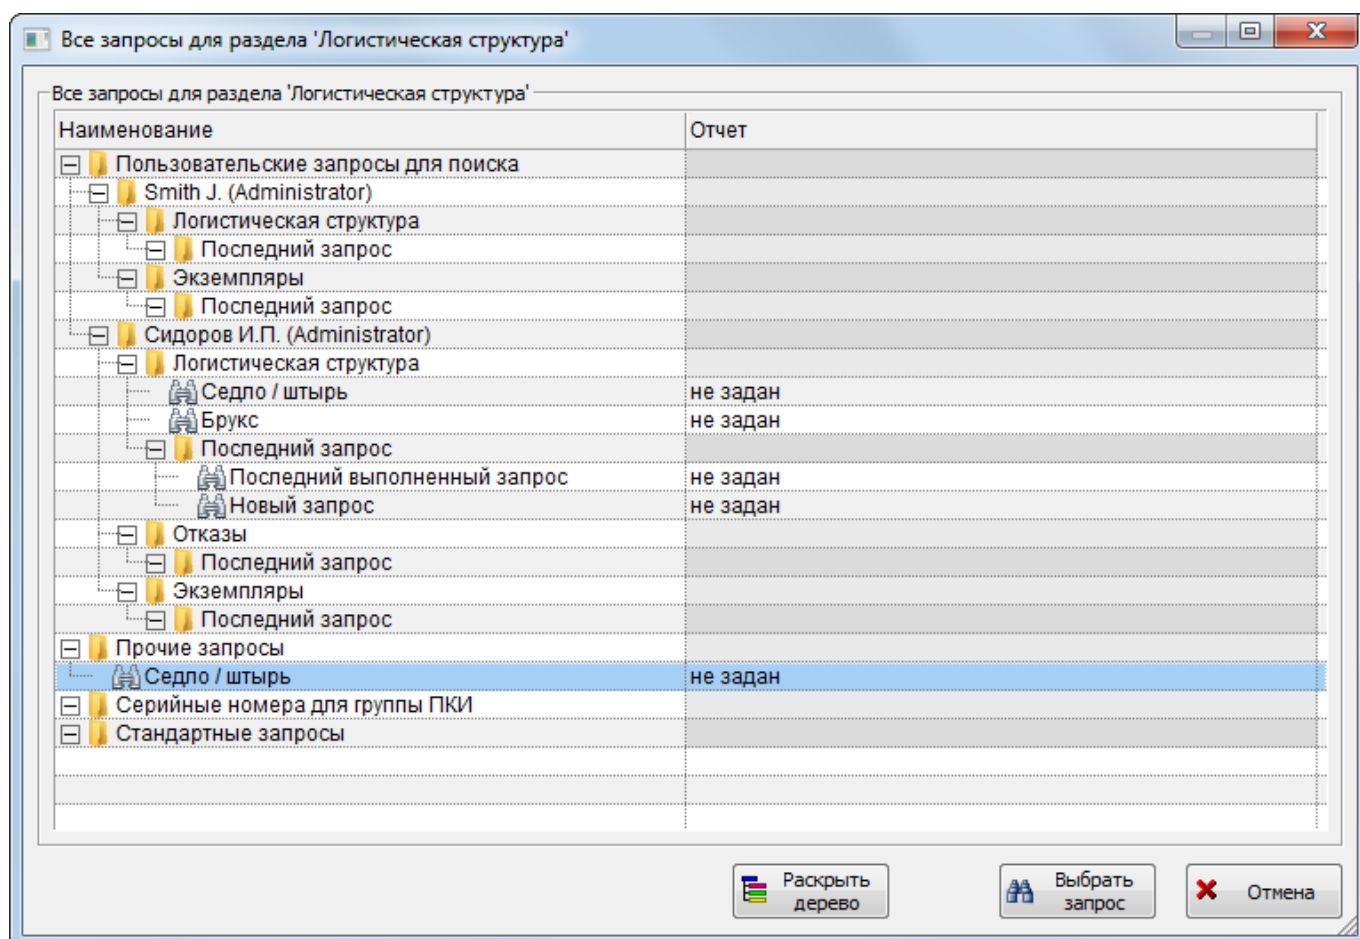

Рис. 7-50 – Диалоговое окно «Все запросы для раздела»
5) В открывшемся диалоговом окне «Все запросы для раздела» выводятся папки и запросы для выбранной подсистемы, которые есть в рабочем окне «Анализ данных» (рис. 7-50). Нажать кнопку «Раскрыть дерево», чтобы развернуть структуру папок.